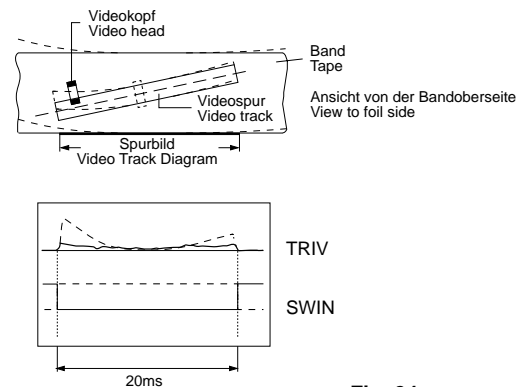

Fig. 24
- Einstellung: Durch Justieren der Umlenkrolle des linken und rechten Fädelschlittens (Pos. 23 und Pos. 26) mit dem Einstellschraubendreher das Trackingsignal "TRIV" auf geraden Verlauf und minimale Abweichung einstellen (Fig. 24).
- Adjustment: With the adjustment screw driver set the reverse roller of the left and right threading roller units (Pos. 23 and Pos. 26) to make the tracking signal "TRIV" as straight and flat as possible (Fig. 24).